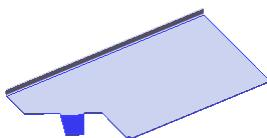
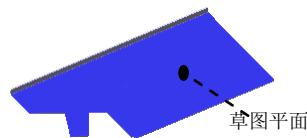

图 6.8 绘制的折弯 1
图 6.9 折弯线草图平面
(4) 单击 \checkmark 按钮，完成切除一拉伸 1 的创建。
Step5. 创建图 6.8 所示的钣金特征——绘制的折弯 1。
(1) 选择命令。选择下拉菜单**插入(I)** \rightarrow **钣金(H)** \rightarrow **绘制的折弯(S)...**命令(或单击“钣金”工具栏上的“绘制的折弯”按钮 \square)。
(2) 定义特征的折弯线。
① 定义折弯线草图平面。选取图 6.9 所示的模型表面作为草图平面。